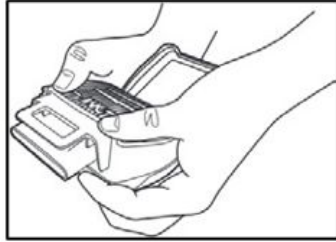

Fig.6
2. Alinee la mitad más grande del retenedor con la parte posterior (lado plano) del cartucho. Presione con ambas manos el retenedor sobre el cartucho, asegurándose de presionar en las cuatro esquinas del retenedor del cartucho/filtro (Fig. 6). El retenedor del filtro tiene indicadores de puntos de contacto en cada esquina. Debería escuchar el retenedor cuando se ajusta en su lugar con un clic.